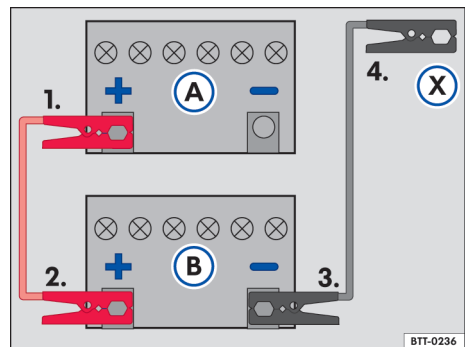

Fig. 135 Esquema para a conexão dos cabos auxiliares de partida: bateria do veículo descarregada (A) e bateria do veículo fornecedora de corrente (B).
Legenda para → Fig. 135:
- Conectar uma extremidade do cabo auxiliar de partida *vermelho* ao polo positivo → Fig. 135 ④ do veículo com a bateria do veículo descarregada ③ → ⚠.
- Conectar a outra extremidade do cabo auxiliar de partida *vermelho* ao polo positivo ④ da bateria do veículo fornecedora de corrente ⑤.
- Conectar uma extremidade do cabo de auxílio na partida *preto* ao polo negativo ⑥ da bateria do veículo fornecedora de corrente ⑦.
- Conectar a outra extremidade do cabo auxiliar de partida *preto* ⑧ no veículo com a bateria do veículo descarregada em uma peça maciça de metal aparafusada firmemente ao bloco do motor ou no próprio bloco do motor - porém não nas proximidades da bateria ⑨ → ⚠.